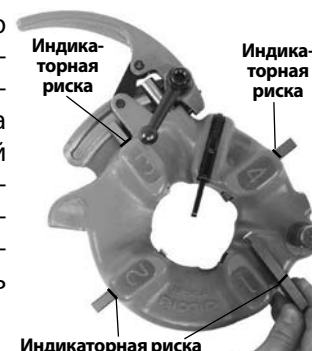

Рис. 12 – Вставка резьбонарезных гребенок
6. Вставьте соответствующие гребенки в резьбонарезную головку, торцом с номерами обозначения вверх, так чтобы индикаторная риска была установлена вровень с кромкой резьбонарезной головки (см. Рис. 12). Номера на гребенках должны соответствовать номерам на пазах резьбонарезной головки. Всегда заменяйте гребенки в комплекте – не устанавливайте гребенки из разных комплектов.